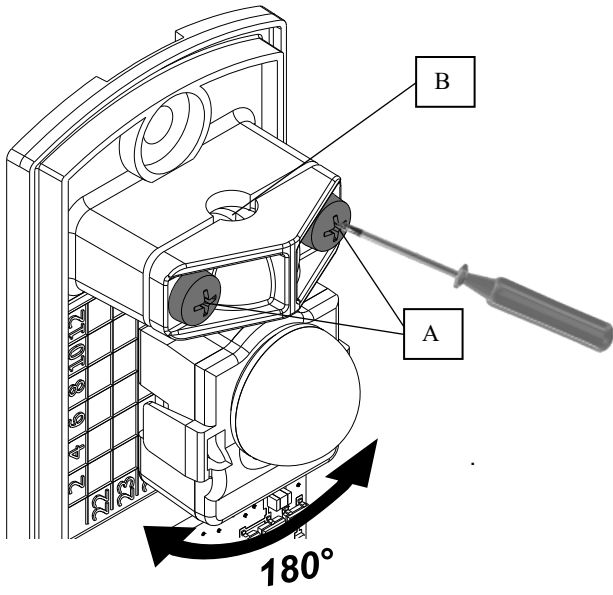

Fig. 1
- 1) Desserrer légèrement les vis de serrage des têtes rotatives « A » (*fig. 1*).
- 2) Orienter les têtes TX et RX l'une vers l'autre jusqu'à obtenir la LED rouge sur le RX (*fig. 1 et 2*).
- 3) Une fois la LED rouge allumé, le faisceau est détecté. Pour affiner le réglage il faut suivre la procédure 3. **POINT DE TEST.** Vous pouvez utiliser l'encoche « B » (*fig. 1*) avec un tournevis plat.
- 1) Allentare leggermente le viti di serraggio delle teste rotanti "A" (*fig. 1*).
- 2) Orientare le teste TX e RX l'una verso l'altra fino a visualizzare il LED rosso sulla RX (*fig. 1 e 2*).
- 3) Una volta che il LED rosso si accende, il raggio è stato rilevato. Per regolare con precisione l'impostazione, seguire la procedura 3. **PUNTO DI PROVA.** La tacca "B" (*fig. 1*) può essere utilizzata con un cacciavite piatto.
- 1) 1) Slightly loosen the clamping screws of the rotating heads "A" (*fig. 1*).
- 2) 2) Orient the TX and RX heads towards each other until you see the red LED on the RX (*fig. 1 et 2*).
- 3) 3) Once the red LED lights up, the beam is detected. To fine-tune the setting, follow procedure 3. **TEST POINT.** You can use the notch "B" (*fig. 1*) with a flat screwdriver.
- 1) Afloje ligeramente los tornillos de apriete de los cabezales giratorios "A" (*fig. 1*).
- 2) Oriente los cabezales TX y RX uno hacia el otro hasta que vea el LED rojo en el RX (*fig. 1 y 2*).
- 3) Una vez que el LED rojo se enciende, se detecta el haz. Para afinar el ajuste, siga el procedimiento 3. **PUNTO DE PRUEBA.** Puede utilizar la muesca "B" (*fig. 1*) con un destornillador plano.